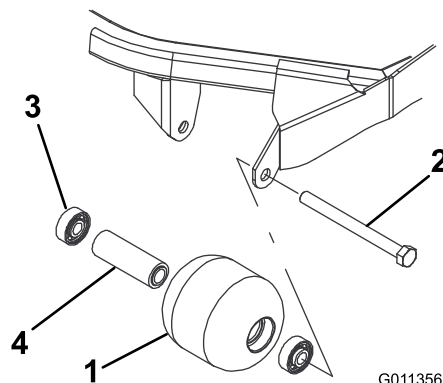

Figura 71
- Rimuovete il bullone di fissaggio del rullo (Figura 71).
- Verificate la presenza di eventuali danni sull'alloggiamento, sui cuscinetti e sul distanziale del cuscinetto del rullo (Figura 71). Sostituite i componenti danneggiati e procedete con il montaggio.
1. Montate il primo cuscinetto premendolo nell'alloggiamento all'interno del rullo (Figura 71). Premete soltanto sulla pista esterna o, in misura uguale, sulla pista interna ed esterna.
2. Inserite il distanziale (Figura 71).
3. Spingete il secondo cuscinetto nell'alloggiamento all'interno del rullo (Figura 71), premendo in misura uguale sulla pista interna ed esterna, fino a quando la prima pista non tocca il distanziale.